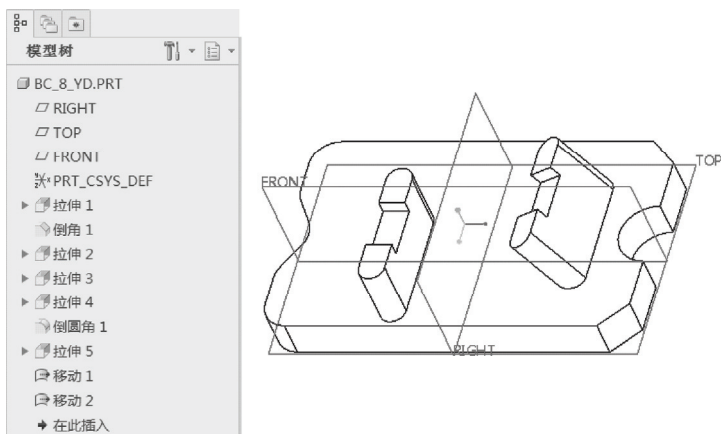

图 8-26 完成“移动 2”特征(按尺寸移动)
5) 在“移动”选项卡中单击  (完成) 按钮,完成“移动 2”特征(按尺寸移动)的结果如图 8-26 所示。